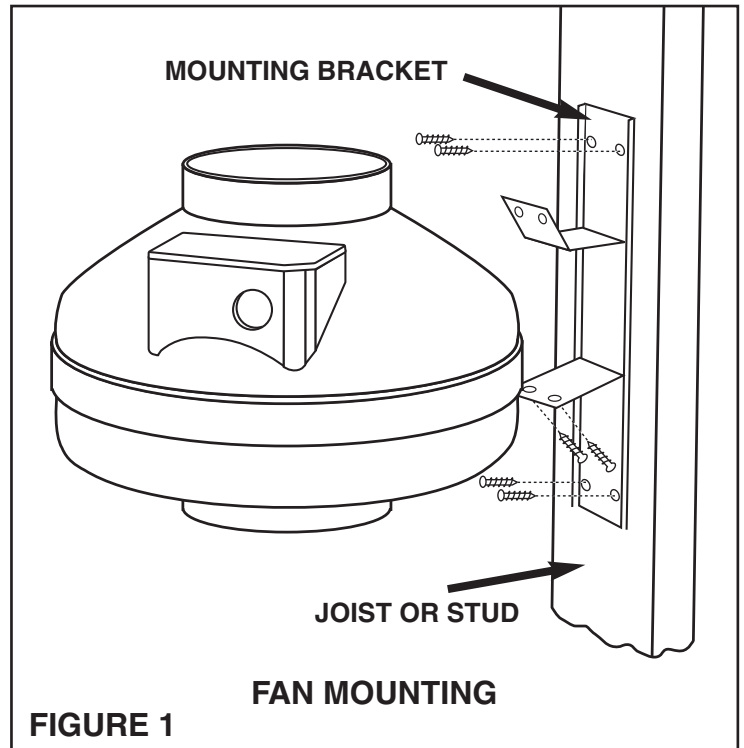

FIGURE 1
2. Attach fan mounting bracket to the support joist using the wood screws provided (Refer to Figure 1). For best performance vertical mounting is recommended, however any orientation is acceptable.
3. Attach fan to the mounting bracket using the self threading screws provided (Refer to Figure 1). To ease attachment 1/16" pilot holes may be used for the mounting screws.
2. Fixer la bride de support du ventilateur à la solive au moyen des vis à bois fournies (consulter la Figure 1). Pour de meilleurs résultats, on recommande l'installation à la verticale, mais une autre orientation est également acceptable.
3. Installer le ventilateur sur la bride de support au moyen des vis à enfilage automatique fournies (consulter la Figure 1). Pour faciliter l'installation, percer des trous de 1/16 po dans le ventilateur pour les vis.